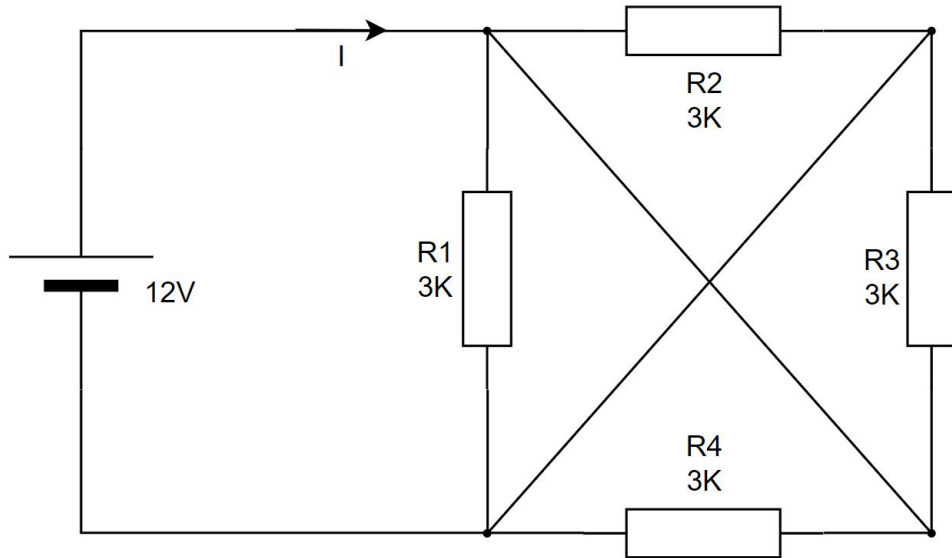

图1.1
1. 请运用高中电路知识，对下图电路（图 1.1）进行化简，并求出干路电流  $I$  的大小。